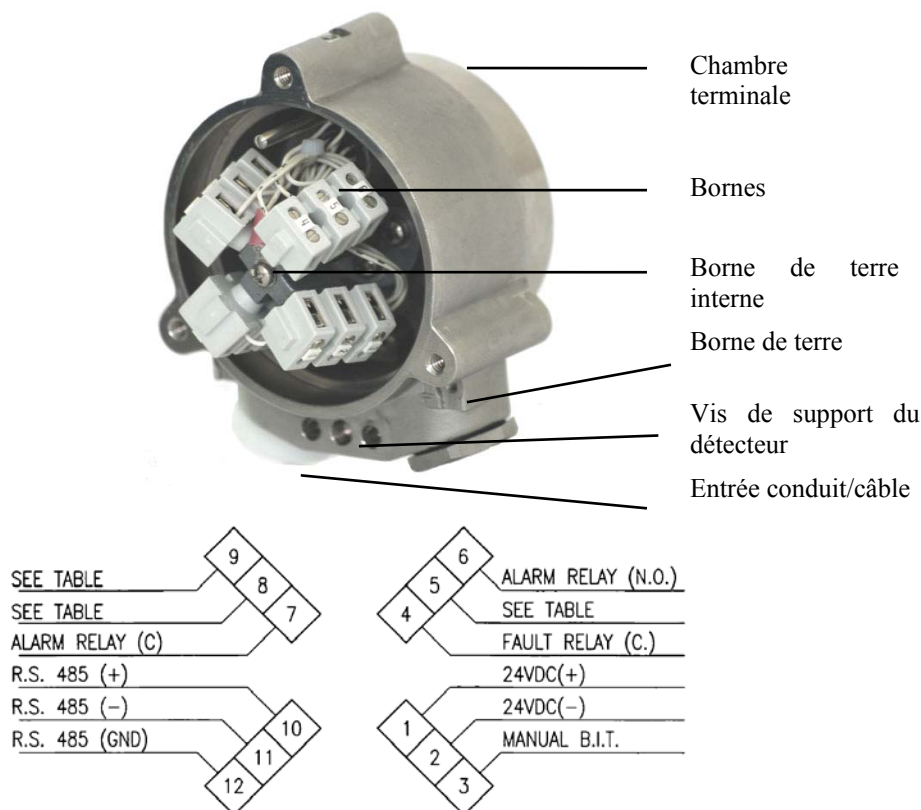

Figure 7 : Détecteur avec couvercle retiré
Cette section décrit comment connecter les câbles électriques au détecteur (Figure 7).
- 17** Branchez les fils aux bornes requises sur la plaque à bornes, en suivant le schéma du câblage (Figure 7) et tableau 17.
- 20** Vérifiez les fils pour renforcer la connexion mécanique puis pressez-les contre la borne de manière à ce qu'ils ne gênent pas la fermeture du panneau arrière (Figure 7).